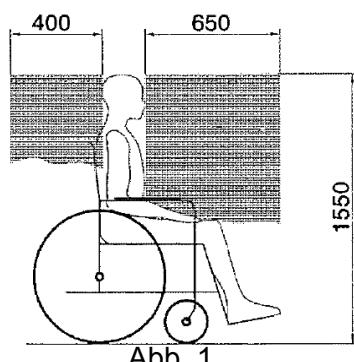

Abb. 2
6. Stellen Sie sicher, dass keine Fahrzeugteile/-bauten in die unten angegebenen Sicherheitszonen um den Nutzer herum gebaut sein dürfen (Abb. 1 / Abb. 2).